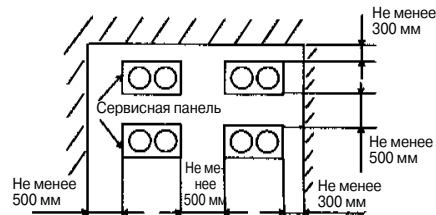

Рис. 5
(2) Несколько наружных блоков установлены в ряд (рис. 5, 6, 7)